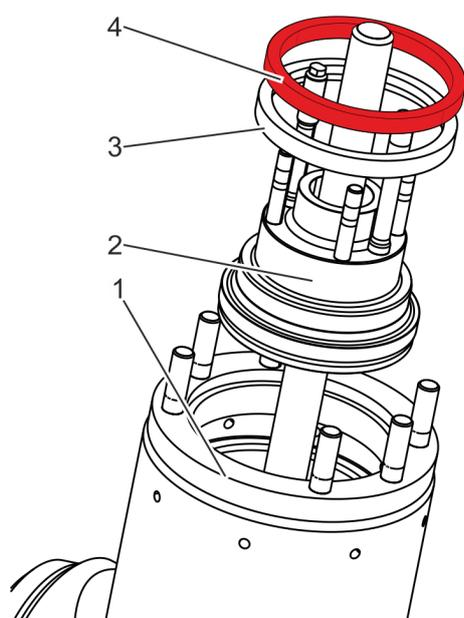

Fig. 31: Mise en place du couvercle de fermeture
Mettre en place le couvercle de fermeture (Fig. 31/2) dans le carter (Fig. 31/1) à l'aide de l'engin de levage adapté.
17. ➤ Monter la nouvelle bague d'étanchéité (Fig. 31/3).
18. ➤ Poser la bague d'appui (Fig. 31/4) sur la bague d'étanchéité (Fig. 31/3).